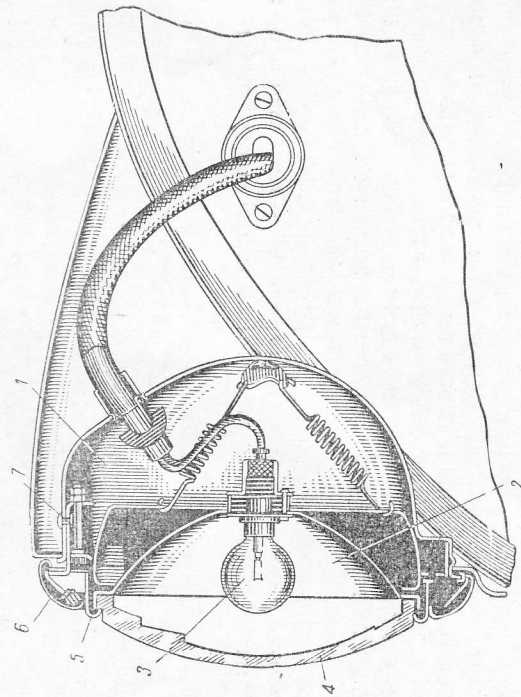

Рис. 84. Фара:
2. **Приборы освещения автомобиля** — фары, подфарники и задние фонари. Фары (рис. 84) служат для освещения дороги. Они состоят из корпуса 1, отражателя 2, лампы 3 и стекла 4.